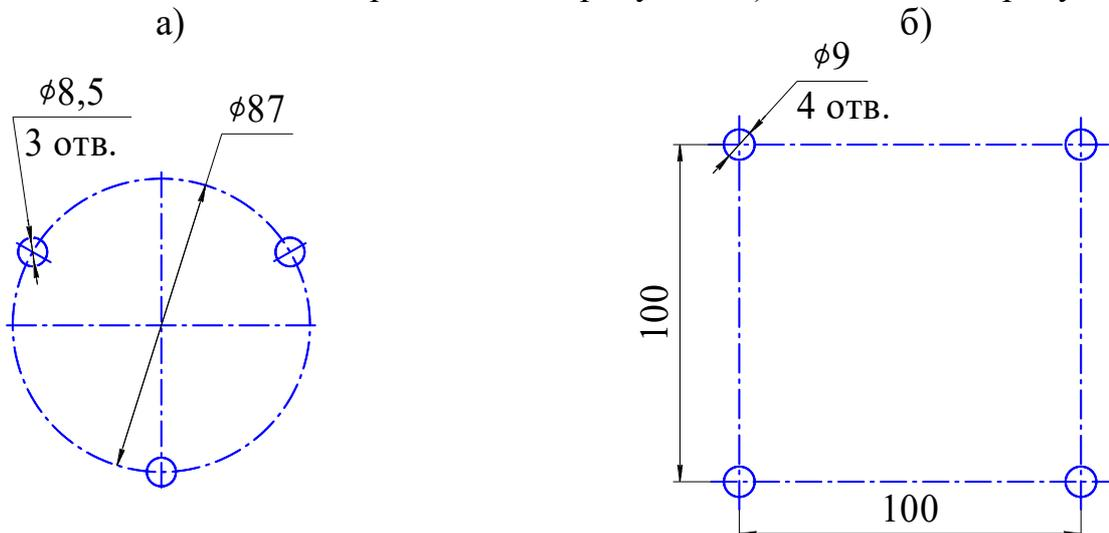

Рисунок 4
**Параметры тушения МПП потолочного крепления (см. рисунок 4)**